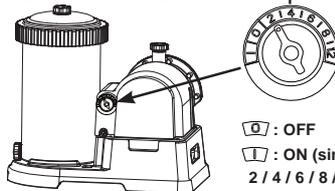

Figura 12
- A. Enchufe el cable en la toma de corriente eléctrica y configure el botón del temporizador al número deseado de horas de funcionamiento. **Vea Figura. 12.** Vea la sección "Tabla Tiempo de funcionamiento" para las horas de funcionamiento necesarios relacionados con cada tamaño de la piscina.